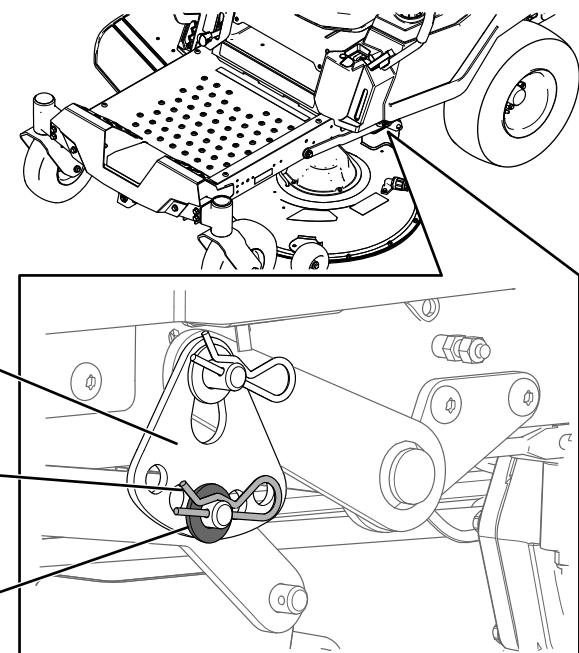

Figure 66
6. Retirez la goupille fendue et la rondelle de l'axe inférieur du bras de levage (Figure 66).